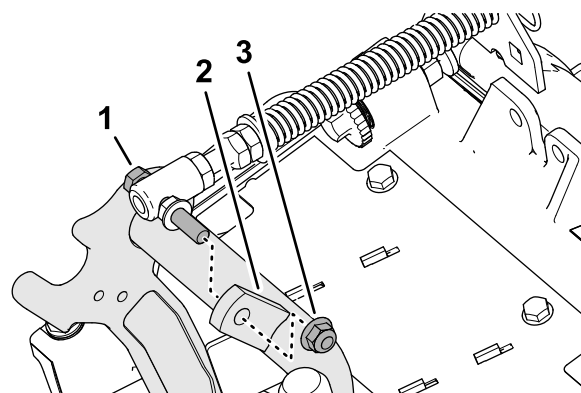

Figura 12
- Retire la contratuerca con arandela prensada ($\frac{3}{8}$ ") que fija el tornillo del muelle de compensación del césped a la pestaña derecha del bastidor de tiro, y retire el muelle de compensación de la unidad de corte (Figura 12).